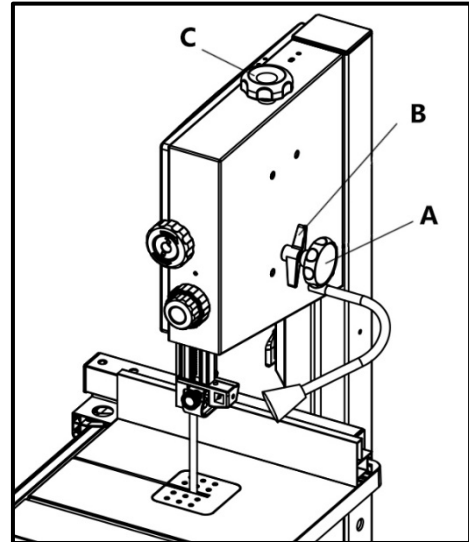

Рисунок 13.
- Ослабьте ручку блокировки B, вручную поворачивайте верхний маховик, осторожно, не касаясь зубьев полотна (рис. 13).
- Полностью поднимите верхнюю направляющую пильного полотна. Принимая во внимание его ширину, поворачивайте ручку С, чтобы отрегулировать натяжение (рис. 13).
- Ослабляйте ручку натяжения С (рис. 13) пыльного полотна до тех пор, пока натяжение не ослабнет.